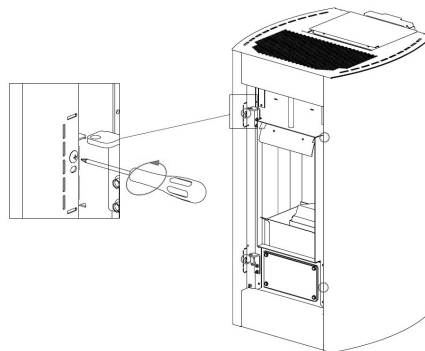
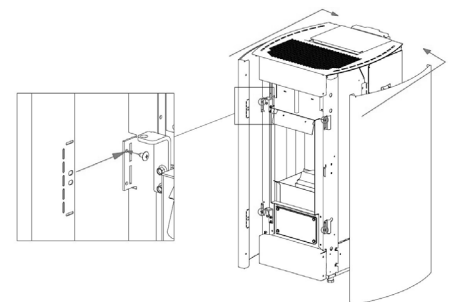

Fig. 56 - Verwijder de schroeven
Fig. 57 - Verwijdering zijpanelen
- Draai de 6 schroeven vooraan los en verwijder de zijpanelen (zie **Fig. 56** en **Fig. 57**).